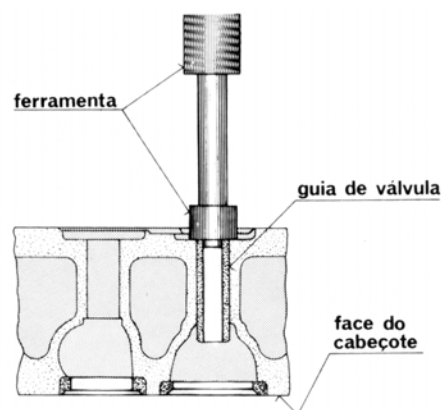

FIG 15
1. Use a ferramenta número 81 30 403 e uma prensa para sacar, **Fig. 15**.